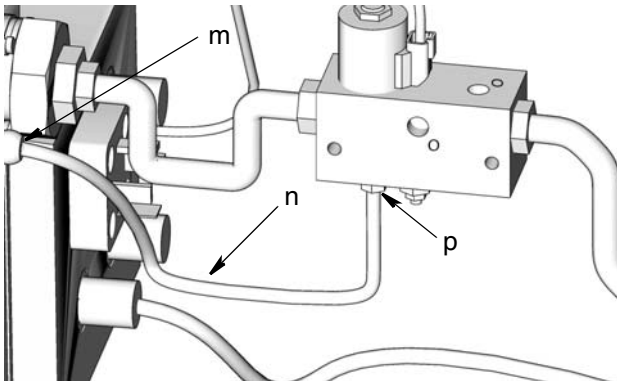

FIG. 9
12. Instale la tubería de ventilación (n) entre el puerto de ventilación (p) y el racor (m) (FIG. 9).